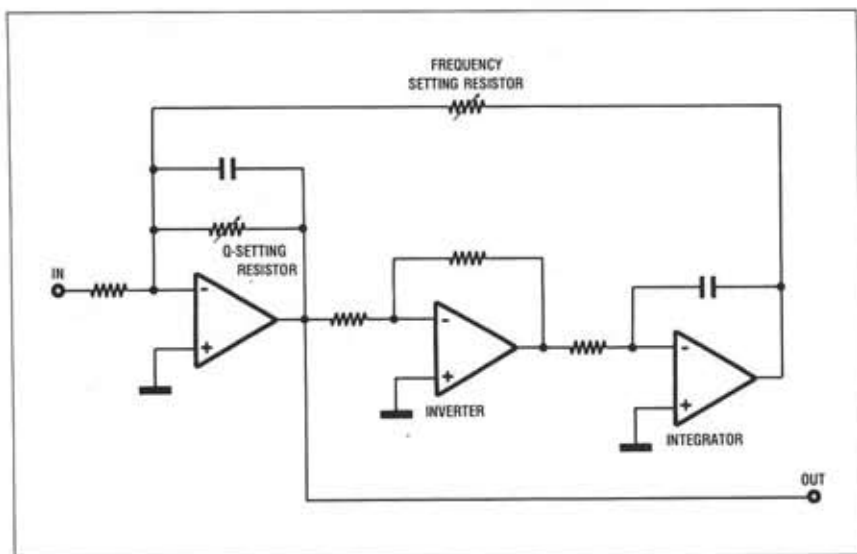

Fig. 3 - Schema di principio di un filtro attivo BIQUAD.
Tale funzione inizialmente esplicata da semplici filtri attivi montati in configurazione BIQUAD (fig. 3) è stata in seguito demandata ad IC «dedicati». Si cita, a titolo di esempio, l'MT 8865 della Mitel (13).